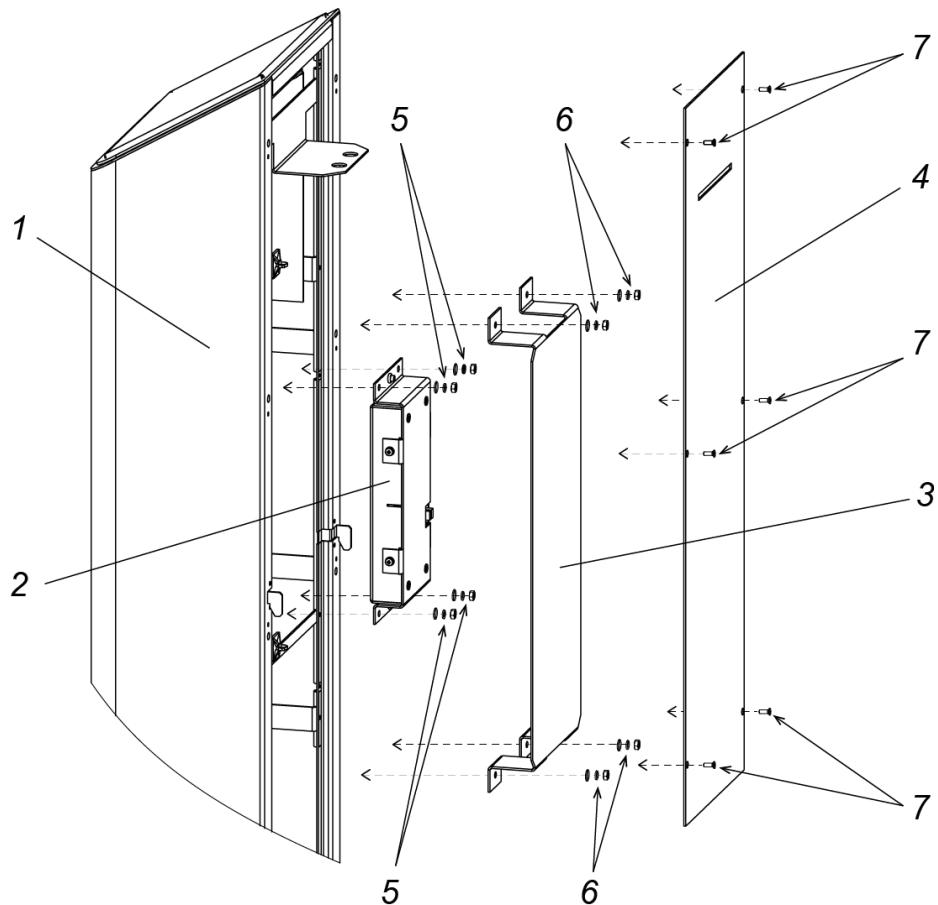

Рисунок 17. Блок постоянной индикации стандартного бокового модуля
- у стандартного бокового модуля (см. рис. 17):
- снимите пластины (4, рис. 17), для чего открутите 6 винтов (7, рис. 17),
- снимите кронштейн (3, рис. 17), для чего открутите 4 гайки с шайбами (6, рис. 17),
- снимите блок индикации (2, рис. 17), для чего открутите 4 гайки с шайбами (5, рис. 17).